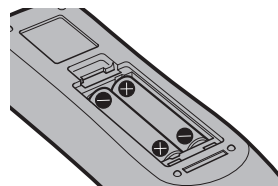

Figura 2
- 2) **Introduzca las pilas y cierre la tapa (introduzca primero el lado  $\ominus$ ). (Figura 2)**